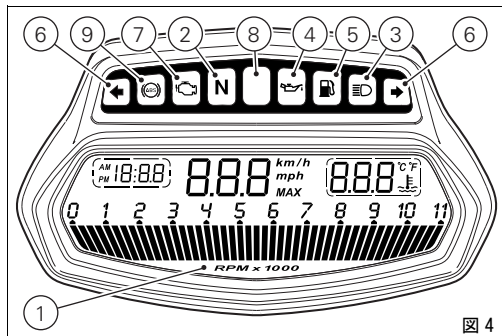

図 4
- 8) リミッターランプ“Over rev”/トラクションコントロールランプ“DTC”(赤)(図4):
- 9) ABS ランプ (琥珀色) (図4)。
センサーエラーの場合は“---”が点滅表示され、同時にエンジン/車両診断ランプ-E0BD (7、図4) が点灯します。